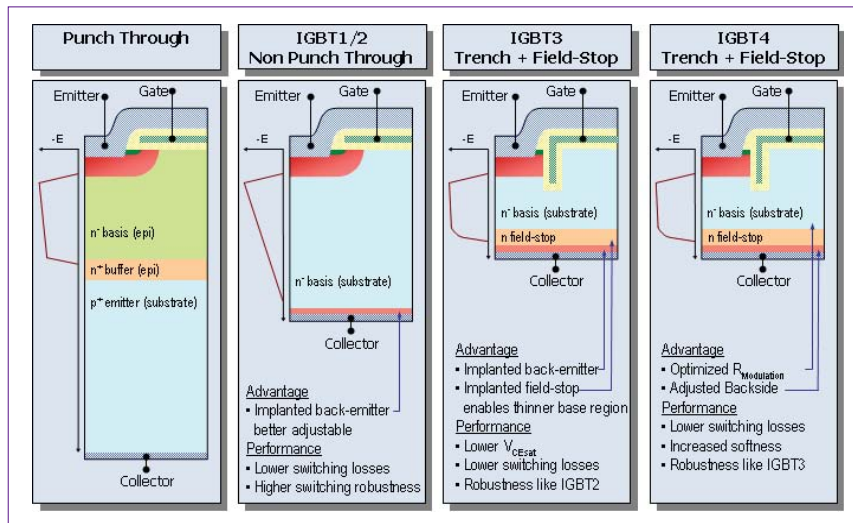

图 1. IGBT 单元结构。
绝缘栅双极晶体管 (IGBT) 在多年的发展过程中，一直在不断改进。图 1 展示了晶体管的发展历程，从早期采用外延工艺的穿通型 (PT) IGBT 到采用同质衬底材料的非穿通式 (NPT) IGBT1 和 IGBT2，再到目前广泛采用的沟槽栅 - 场终止技术的 (Trench-FS) IGBT3。特别是 Trench-FS 概念的推出意味着一种革命性的发展，它从多个方面使晶体管得到改进。沟槽栅 IGBT 与平面栅 IGBT 相比，MOS 沟道旋转了 90°。这样可以在芯片上部实现更高的沟槽密度，使上部 (发射极) 的载流子密度更高。合理的沟槽栅密度、较低背部发射极效率 (集电极掺杂) 和较长的载流子寿命期限的完美结合，可在不增加关断损耗的情况下，大大降低饱和电压。